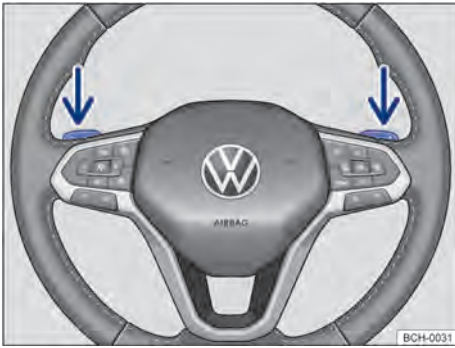

Fig. 98 Volante com seletores basculantes do Tiptronic.
- Puxar o seletor basculante direito → Fig. 98 na direção do volante para aumentar a marcha.